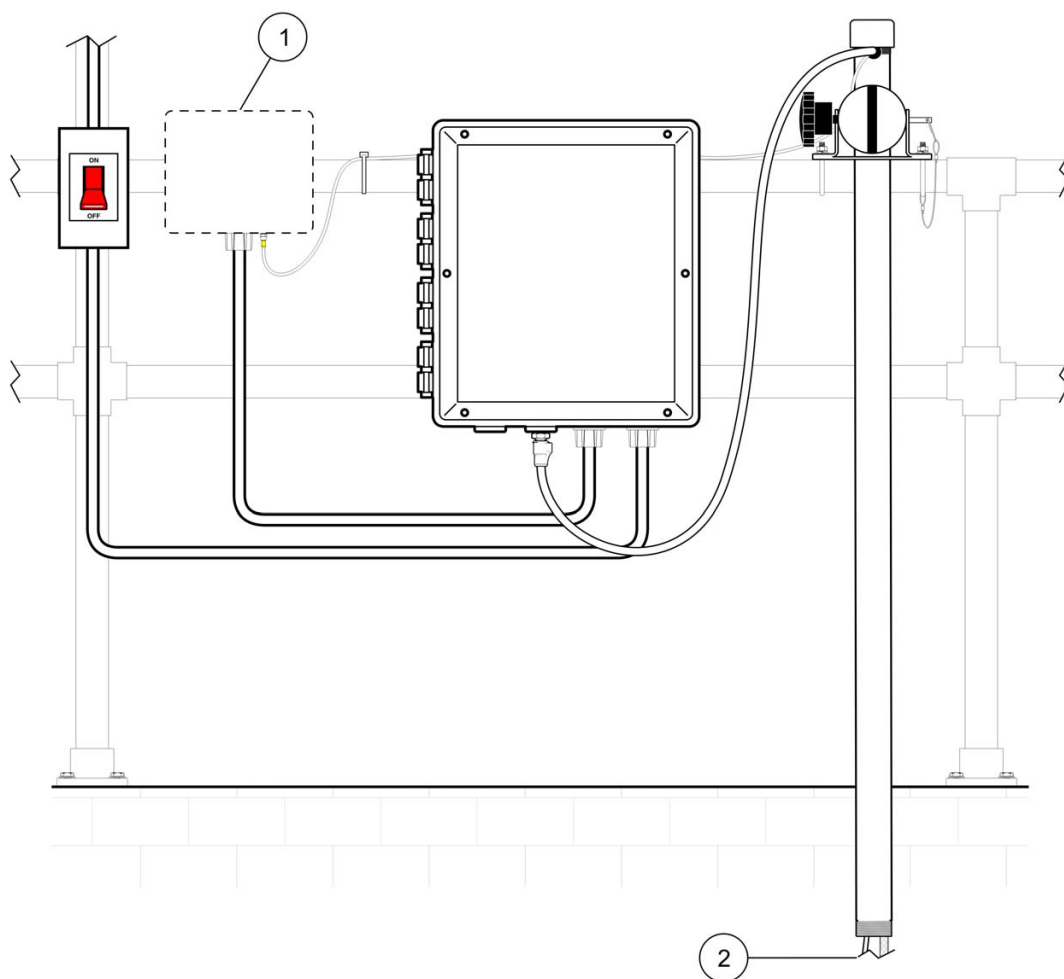

Abbildung 4 Typische HOAB-Montagekonfiguration
1. Der HOAB ist in der Nähe des installierten Sensors zu montieren (siehe Abbildung 4 auf Seite 11). Der Zuluftschlauch darf nicht verlängert werden (Standardlänge: 7,6 m), damit die Kapazität des HOAB-Systems nicht überschritten und/oder die Zuluft-Ansprechzeit nicht herabgesetzt wird.
Für den Netz- und Schutzerte-Anschluss des Geräts sind Leitungen 18 bis 12 AWG (entspricht 0,823 bis 3,31 mm2 Leiterquerschnitt bzw. 1,024 bis 2,05 mm Leiterdurchmesser) zu verwenden. Die Isolierung muss den auftretenden Spannungen angemessen sein, und die Leitungen sind den Vorschriften entsprechend zu einem vom Kunden bereitgestellten, fest zugeordneten, lokalen Trennschalter zu führen. Der fest zugeordnete, lokale Trennschalter muss sich in der Nähe des installierten Geräts befinden, den vor Ort geltenden Bestimmungen entsprechen und als Trennschalter für dieses Gerät gekennzeichnet sein. Ein Beispiel einer empfohlenen lokalen Trenneinrichtung ist in Abbildung 4 dargestellt.